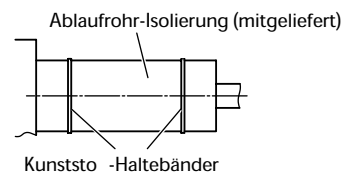

Abb. 3-7
- Nach der Überprüfung der Tauwasserleitung die mitgelieferte Abdichtung und den Ablaufrohr-Isolierung um das Rohr wickeln. (Abb. 3-7)